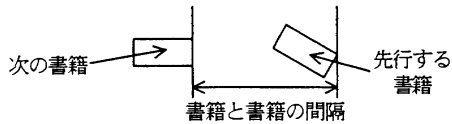

図3 書籍と書籍の間隔
(2) 書籍と書籍の間隔を図 3 に示す。一つの振分け板で連続して振分けを行う場合，先行する書籍の振分け板の引込みが完了する前に，次の書籍の振分けが始まらないようにするには，書籍と書籍の間隔を少なくとも何 cm 以上にする必要があるか。答えは小数第 1 位を四捨五入して，整数で求めよ。